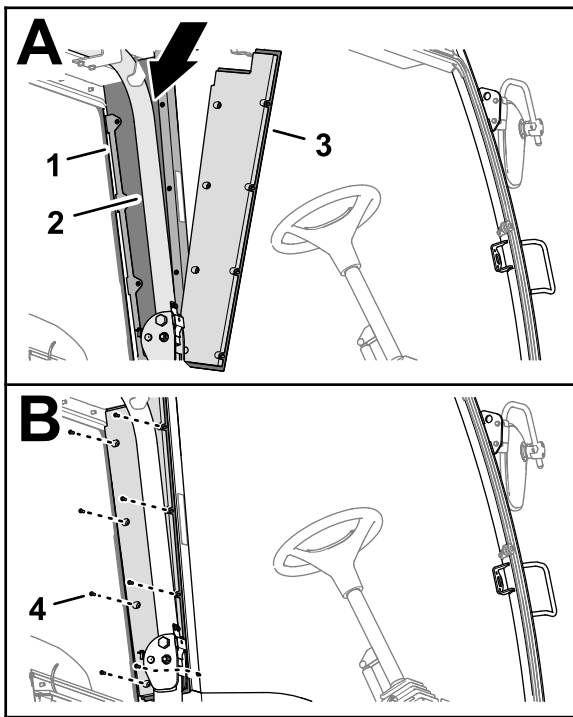

Figura 28
4. Utilizzate i bulloni rimossi in precedenza per montare il gruppo coprimontante posteriore (cioè i cuscinetti esterni del montante, i coprimontante posteriori e i pannelli fonoassorbenti) sulle staffe dei pannelli di montaggio (Figura 28).